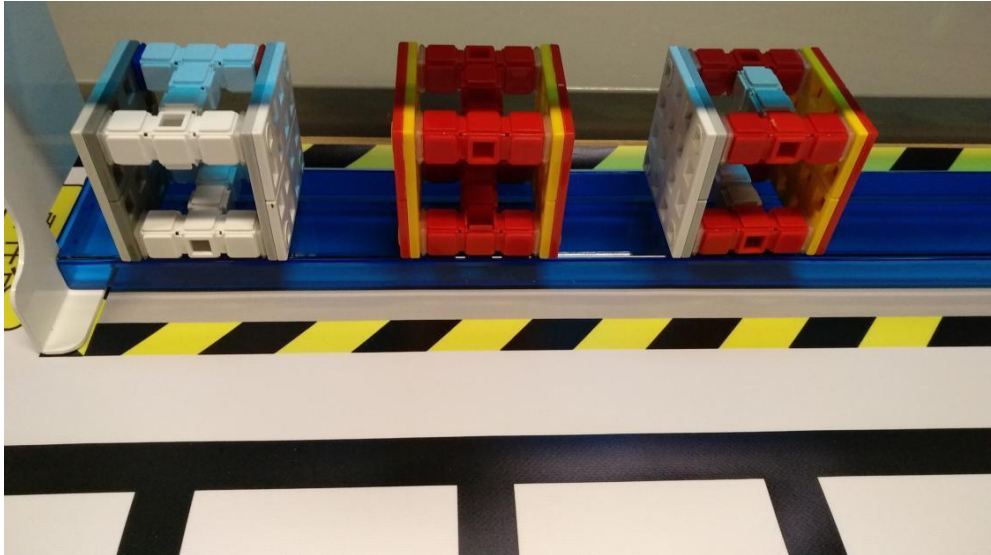
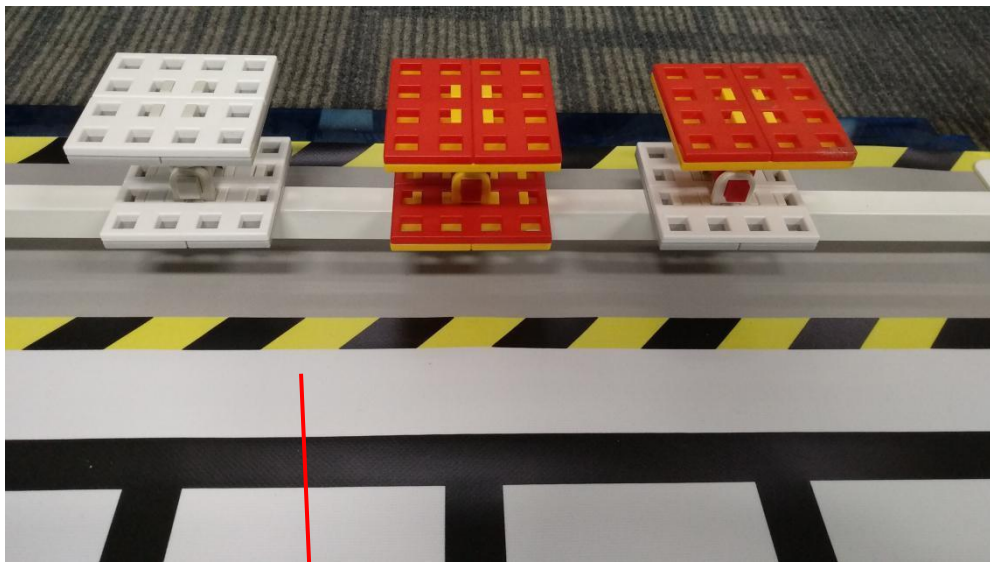

图 6 底座零件放置方式
图 7 顶盖零件放置方式
4.4.1 零件分为顶盖零件和底座零件，分别放置在对应该区域的零件架上，如图 6 和图 7 所示。